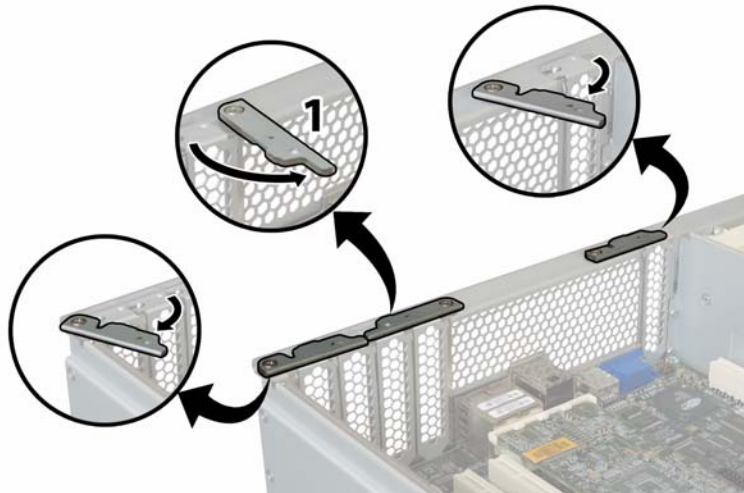

ABBILDUNG 4-54 Öffnen einer PCI-Kartenverriegelung
- b. Öffnen Sie die PCI-Kartenverriegelung an der hinteren Anschlussleiste der PCI-Karte. Arbeiten Sie dabei von der Gehäuserückseite aus. Siehe ABBILDUNG 4-54.
- a. Öffnen Sie die PCI-Kartenverriegelung des Steckplatzes, sodass eine neue PCI-Karte eingesetzt werden kann. Arbeiten Sie dabei von der Gehäuserückseite aus. Siehe **ABBILDUNG 4-54**.